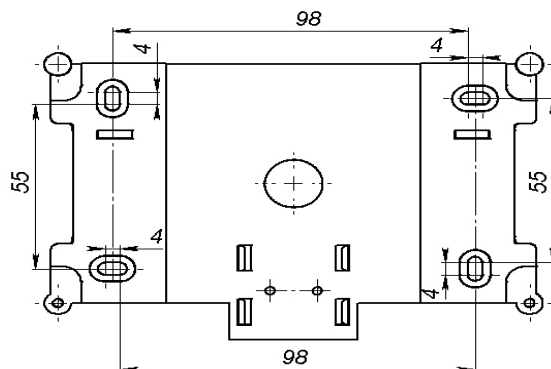

Рисунок 18. Габаритные размеры переходной планки
- прибор крепится на переходную планку, которая предварительно крепится к стене (рисунок 18);